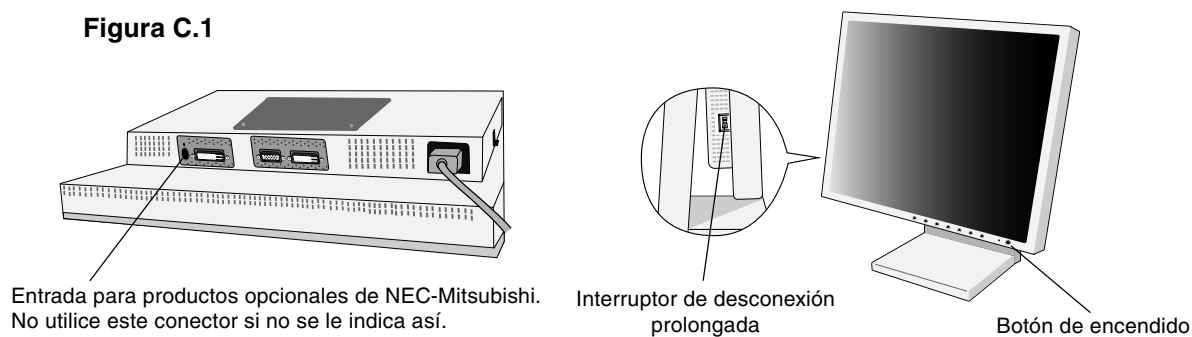

Figura D.1
5. El interruptor de desconexión prolongada que hay a la izquierda del monitor debe estar encendido. Encienda el monitor con el botón de encendido frontal (**figura D.1**).